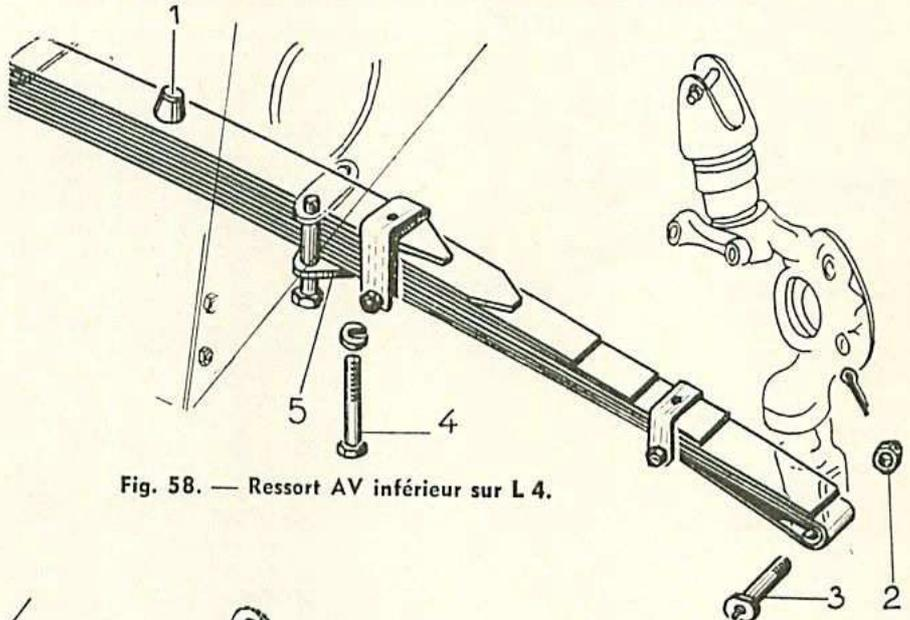

Fig. 58. — Ressort AV inférieur sur L 4.
- Déposer les goupilles droite et gauche, les écrous (2) (fig. 58) et les axes (3) du ressort inférieur.